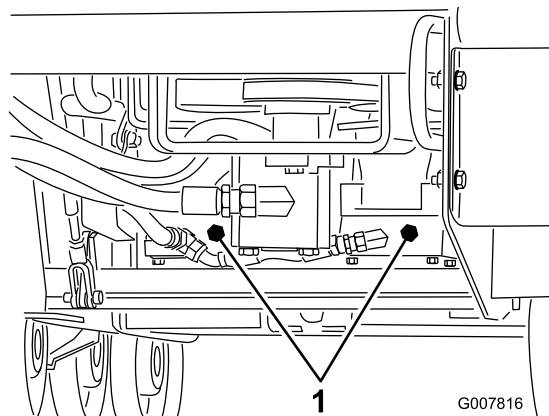

Figura 18
4. Con l'aiuto di una chiave, girate due volte in senso antiorario le valvole per il rimorchio situate sulle pompe idrauliche (Figura 18).